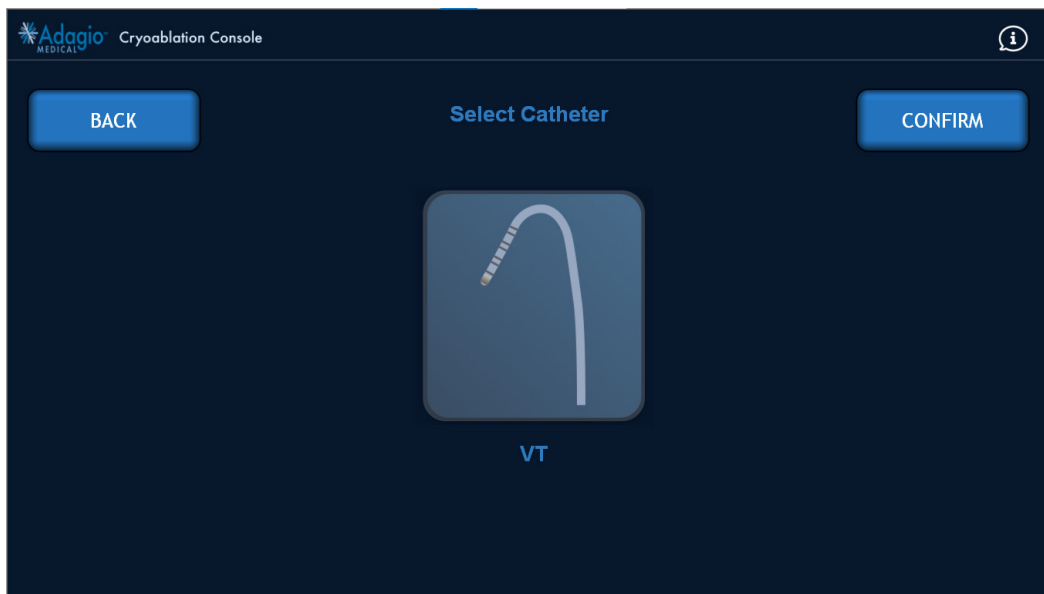

Figure 83 – Écran de sélection du cathéter
3. Sélectionner le cathéter à utiliser dans l'intervention comme illustré à la *Figure 83*.